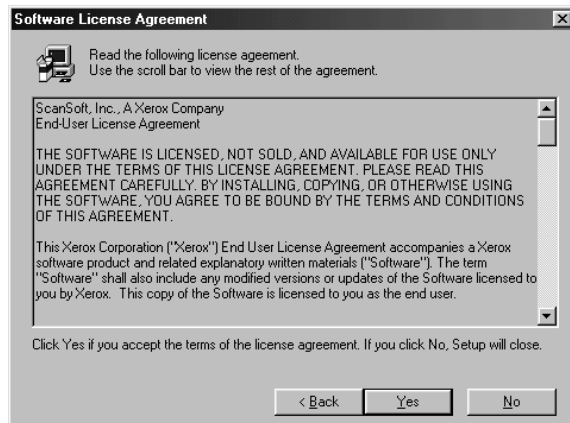

Figura 13: Installazione di TextBridge Classic 2.0
- Fare clic su 'Avanti' (Next). Apparirà una finestra come quella riportata in figura 13.